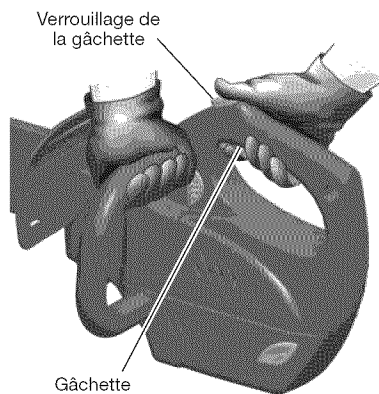

Figure 13 - Emplacement et verrouillage de la gâchette
3. Tenez fermement la tronçonneuse avec vos deux mains. Gardez toujours la main gauche sur la poignée avant et la main droite sur la poignée arrière. Tenez fermement l'appareil ; vos pouces et vos doigts doivent entourer les poignées de la tronçonneuse (voir figure 13).
5. Lorsque vous êtes prêt à effectuer une coupe, déverrouillez la gâchette en appuyant dessus avec le pouce droit (voir figure 13) pour démarrer la tronçonneuse. Lorsque vous relâchez la gâchette, la tronçonneuse s'arrête. Démarrez toujours la tronçonneuse avant qu'elle n'entre en contact avec la bille.